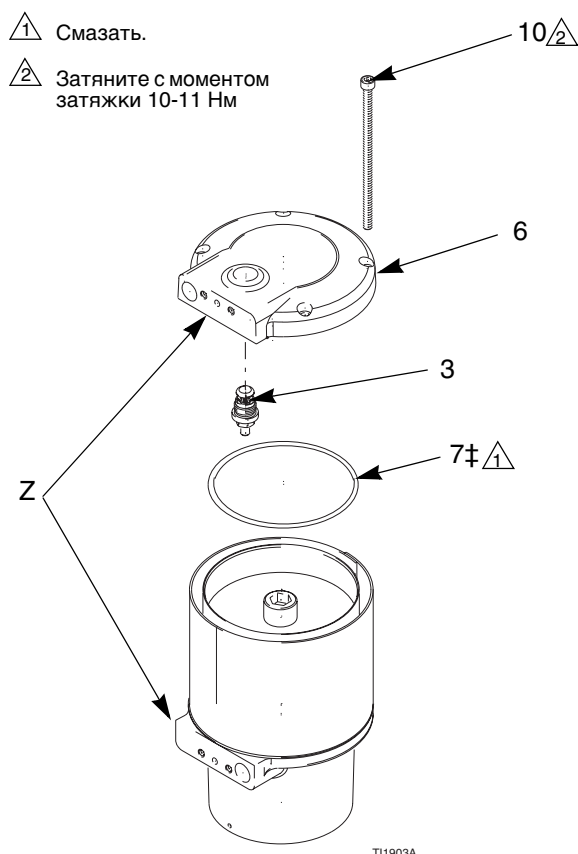

Рис. 8. Верхняя крышка
3. Снимите винты (10). Снимите верхнюю крышку (6) с пневматического двигателя. Переверните крышку и снимите вспомогательный клапан (3). Снимите кольцевое уплотнение (7‡). См. Рис. 8.
5. Установите кольцевое уплотнение (7†) и вспомогательный клапан (3) на внутреннюю поверхность верхней крышки (6). Смажьте кольцевое уплотнение. Установите верхнюю крышку (6), убедитесь, что отверстие воздушного клапана (Z) направлено в ту же сторону, что и отверстие основания. Затяните винты (10) усилием в 10-11 Нм. См. Рис. 8.